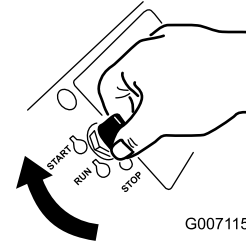

Figure 21
4. Tournez la clé de contact à la position Démarrage (Figure 21). Relâchez la clé quand le moteur démarre.